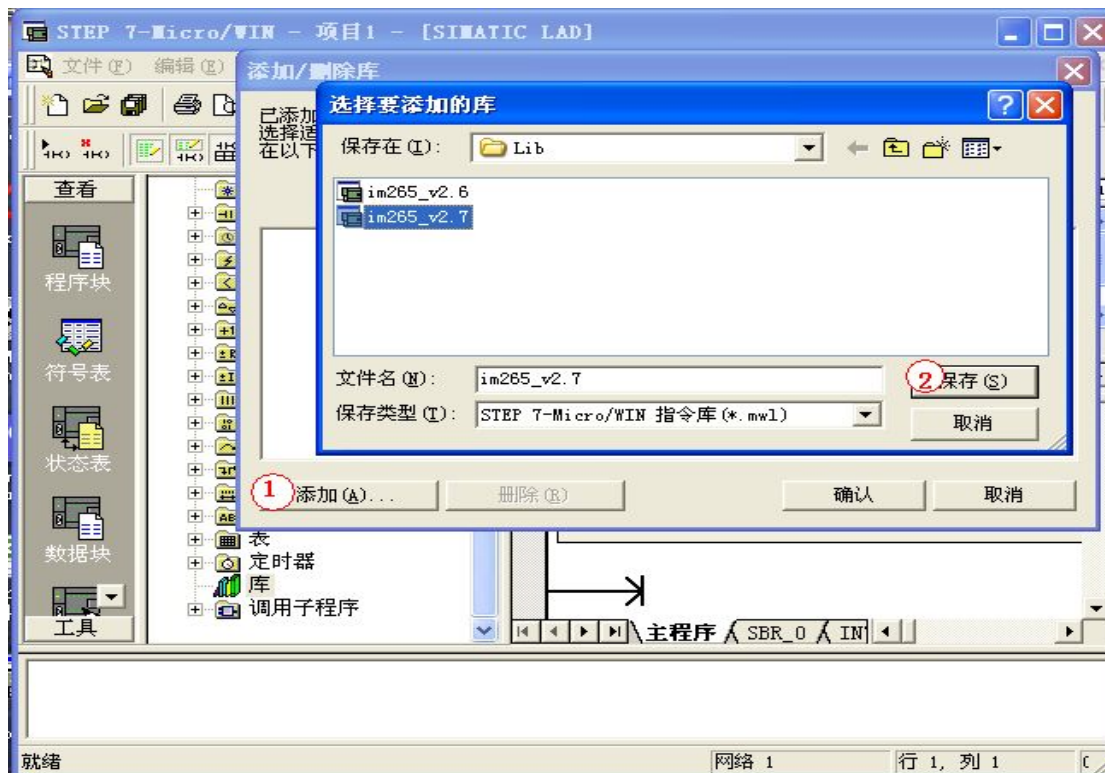
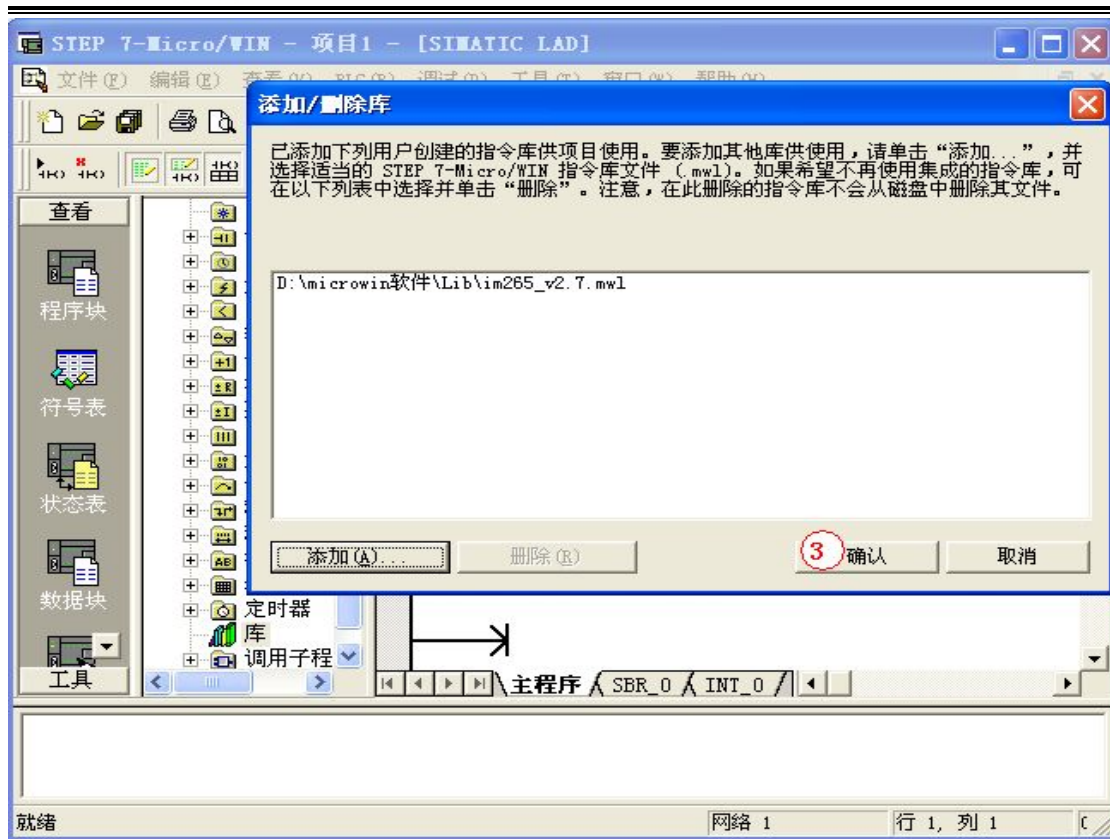
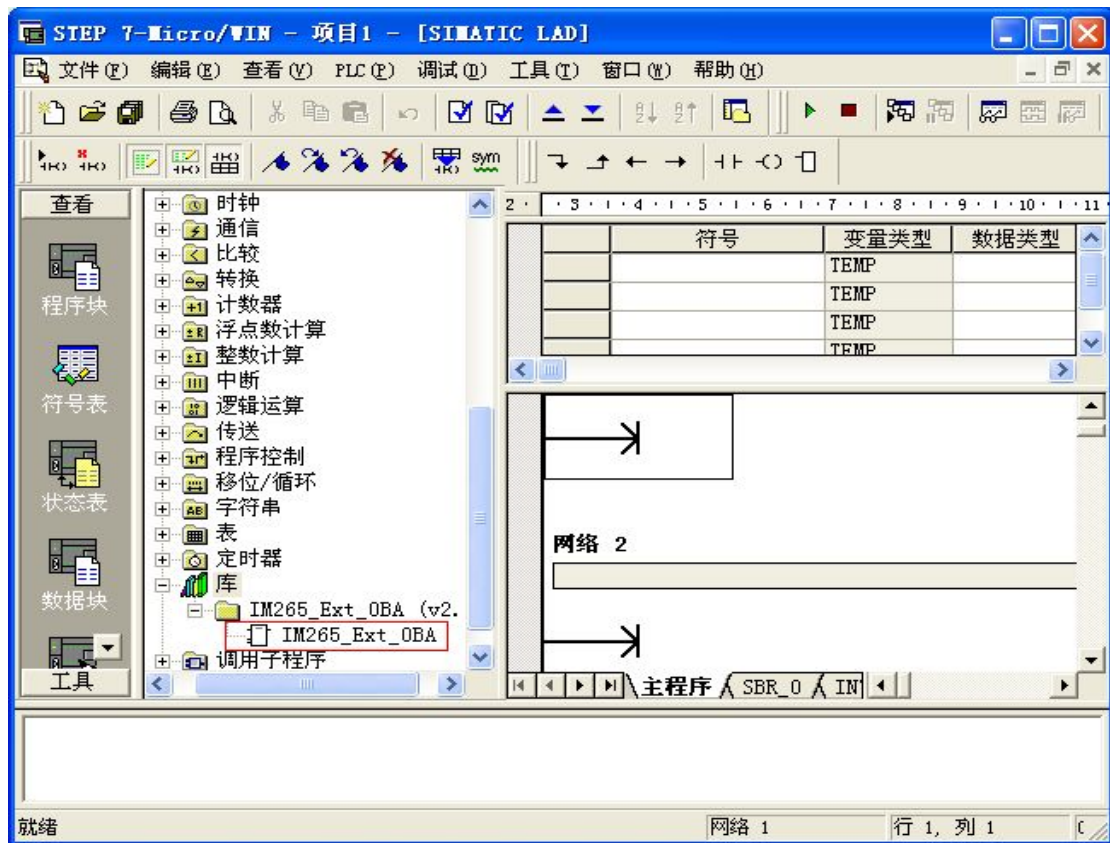

图 2-5-1
图 2-5-2
图 2-5-3
**安装库函数。**在指令树这里找到库指令，右击，点击**添加/删除库**，或点击**文件>添加/删除库**，会出现一个对话框，在对话框中点击**添加**，找到库函数的存储位置添加，然后点击**确认**。就可以在库指令中找到对应的指令。如图 2-5-1，图 2-5-2，图 2-5-3。